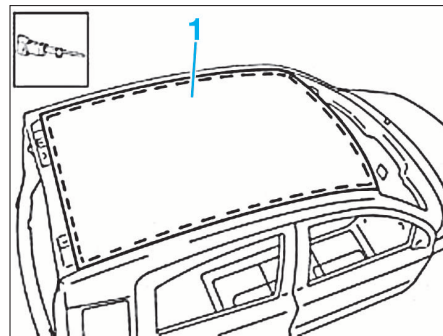

FIG. 40
- Découper et chauffer en zone (1) et (2) (Fig.40 et 41).